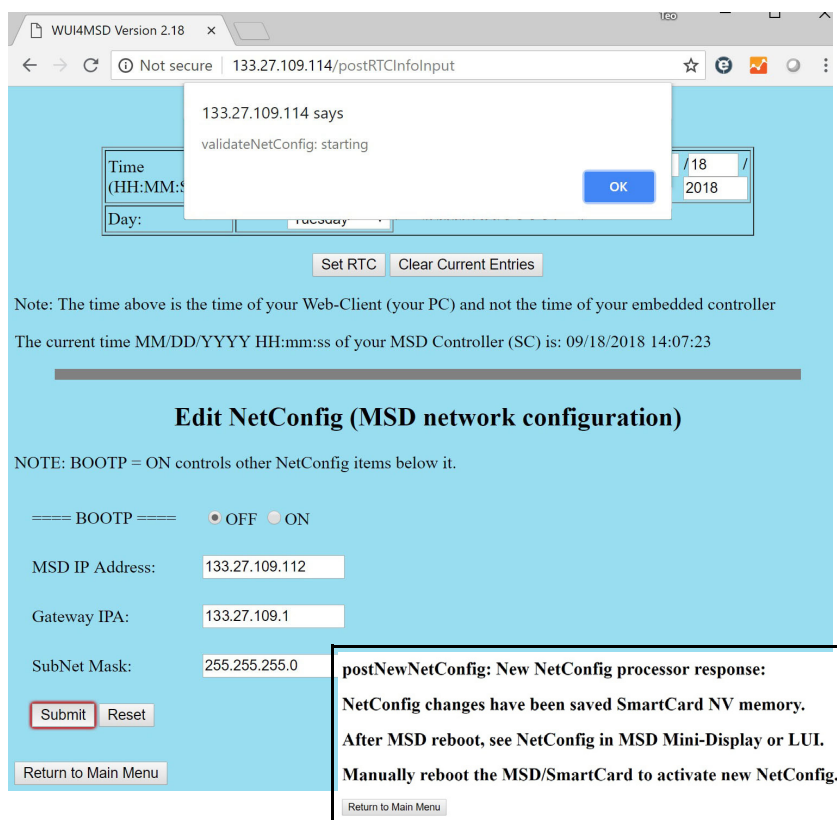

Рис. 23 Конфигурация IP-адреса
- 8 Нажмите **Отправить** для загрузки новой конфигурации сети в МСД. Откроется диалоговое окно, подтверждающее начало процесса настройки параметров сети. (См. **Рис. 23**.)